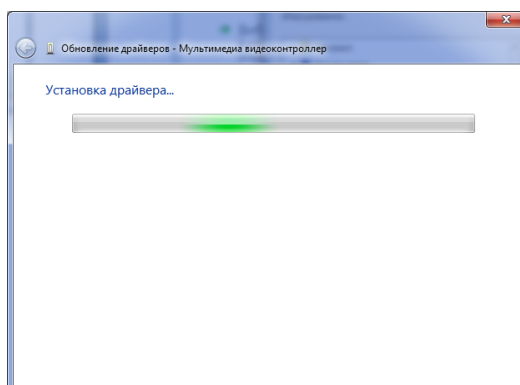

Рис.13. Вид окна "Обновление драйверов/Установка драйвера"
3.3.7 Далее операционная система начинает поиск драйверов и появляется окно "Обновление драйверов/Установка драйвера", рис.13.